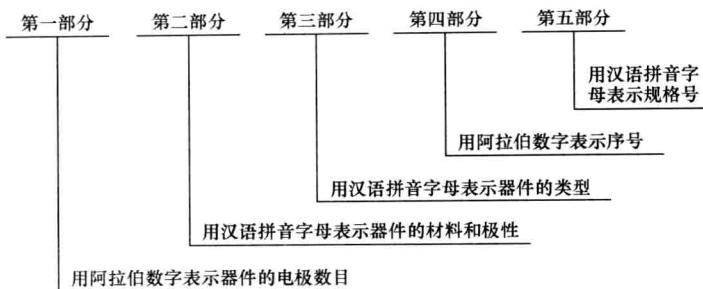

图 1-1-7 半导体器件的命名方法
(1) 型号认识。半导体器件的型号由五部分组成，半导体器件的命名方法如图 1-1-7 所示。半导体器件型号中的字母含义见表 1-1-1。